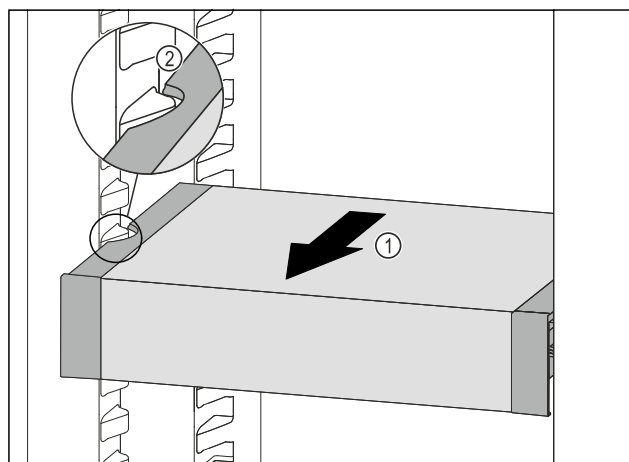

Fig. 121
- ▶ VarioSafe pociągnąć w przód Fig. 121 (1), aż boczne wycięcia szuflady VarioSafe będą się znajdować na wysokości żeber pojemnika w chłodziarce. Fig. 121 (2)